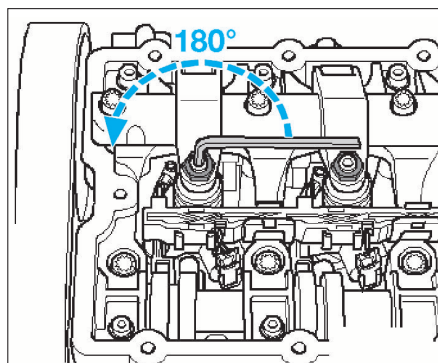

FIG. 53
- Dans cette position, l'injecteur-pompe se trouve en butée ; desserrer la vis de réglage de 180° depuis le point de butée (Fig.53).